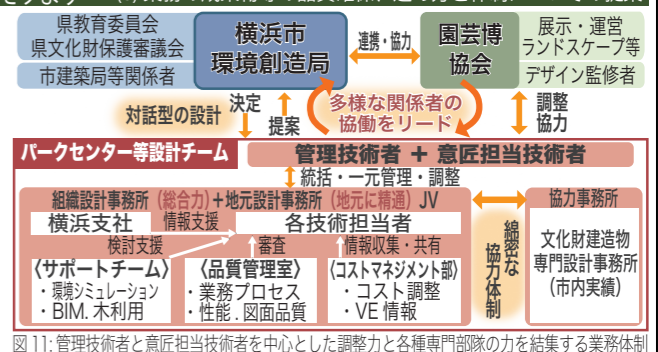

図11: 管理技術者と意匠担当技術者を中心とした調整力と各種専門部隊の力を結集する業務体制
- B) **総合力により工程及びコスト管理、デザイン監修者等との各種調整を担う組織設計事務所**と、きめ細やかな地元対応が可能な市内設計事務所のJVにより円滑に業務を進行します。(図11)
- C) 日本建築については、**文化財建造物の保存活用に特化し、市内実績がある協力事務所**を配置することで、旧太田家住宅の価値を理解した設計や**各種手続きへの迅速な対応**を行います。(図11)
- D) 社内品質管理室によるデザインレビューや設計検証等の厳格なプロセスの実行により、**確実な品質確保**を行います。(図11)